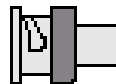

Fig. 2: conector de cortocircuito
- Conector de cortocircuito (Fig. 2)